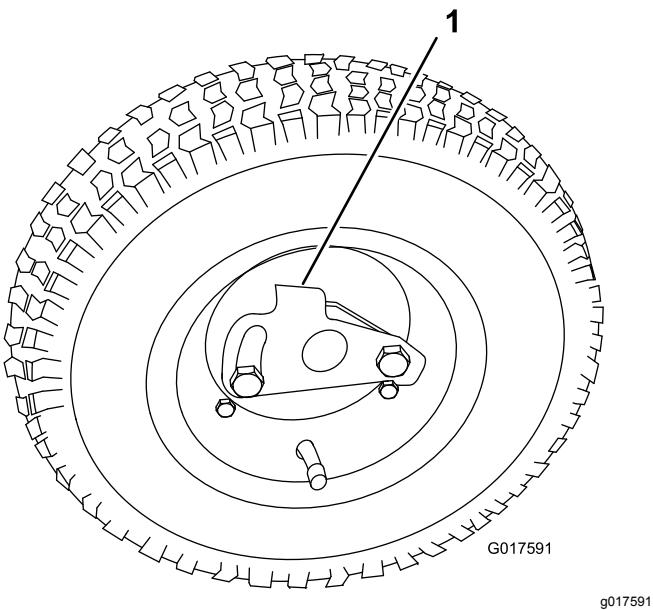

図 8
3. ロッキングクリップを開き、タイヤを更に奥に押し込む図8。